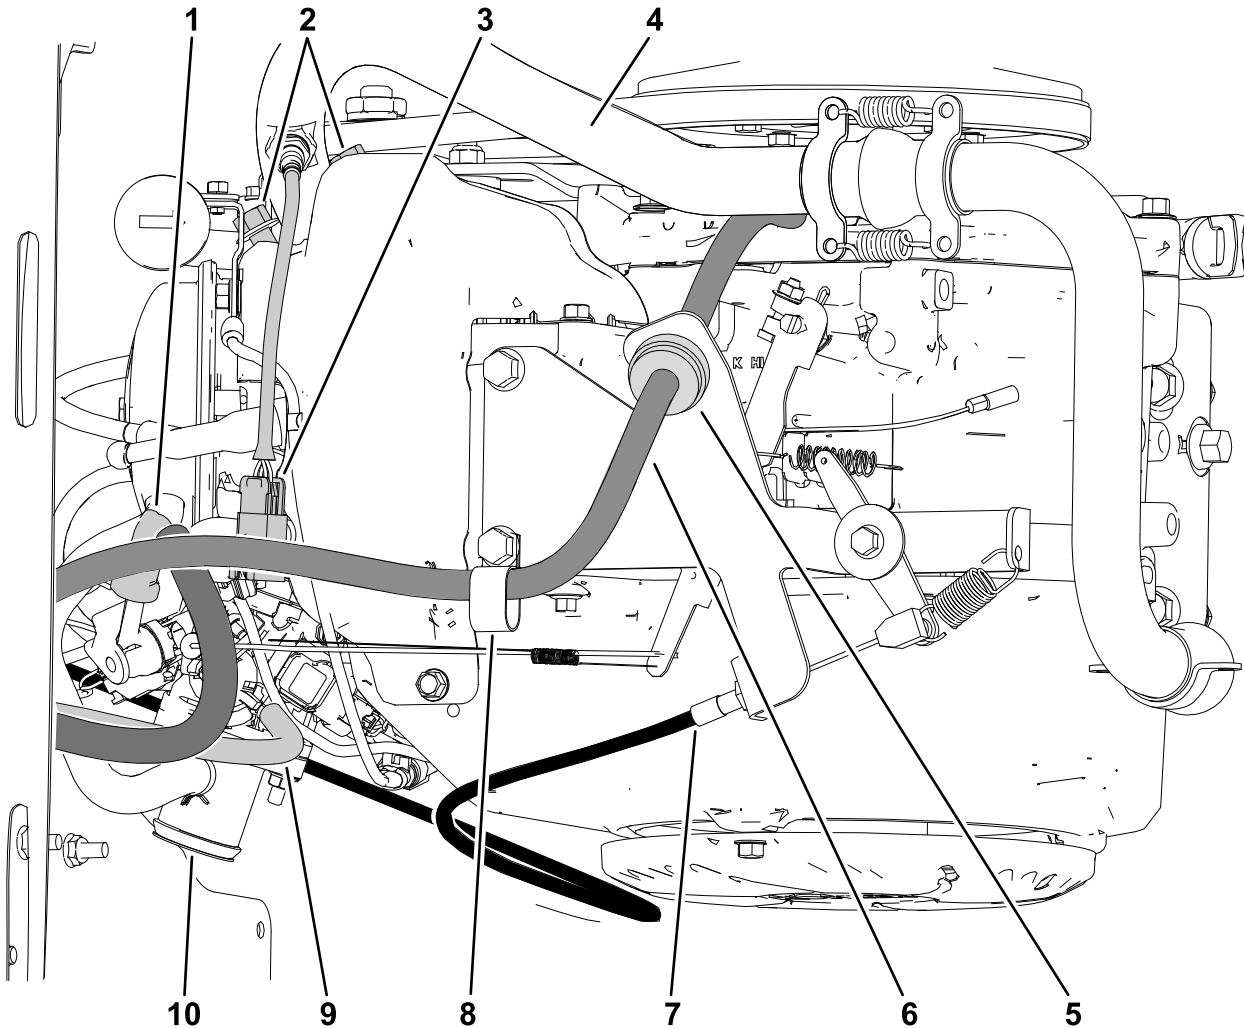

Figura 3
1. Desligue o cabo do acelerador do motor a partir da junta esférica na alavanca do acelerador e retire o cabo do suporte do acelerador (Figura 3).
2. Desaperte a braçadeira de tubos que prende a mangueira de admissão de ar ao motor e ao conjunto do filtro de ar. Retire a mangueira de admissão de ar (Figura 3).
3. Desligue o sensor de oxigênio da cablagem do motor (Figura 3).
4. Retire os 2 parafusos de cabeça flangeada que prendem o coletor de escape e a junta. Guarde as porcas e retire o conjunto de escape (Figura 3).
5. Desligue as mangueiras do motor com injeção eletrônica (Figura 3):